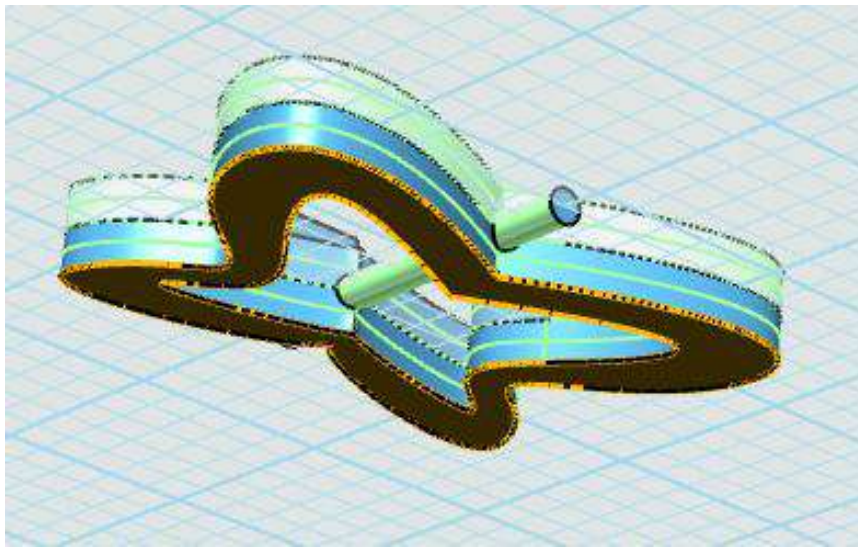

图 1-9
Step 9 点击“基本编辑”，选择“镜像”功能，实体选择我们之前绘制的蝴蝶翅膀，平面选择网格底平面，如下图 1-9 所示：